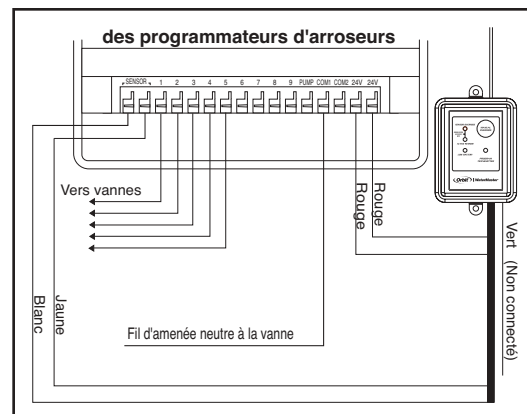

Figure 5: Câblage du minuteur de l'arroseur avec bornes de détecteur sans pompe d'appoint
2. Vérifiez que votre minuteur ne possède pas de bornes pour détecteurs pré installés. Si le minuteur n'a pas de borne de détecteur, passez à l'étape 3. S'il en possède une, prendre le fil du récepteur de pluie / gel et connecter le fil blanc (neutre) à une borne du détecteur et le fil jaune (normalement fermé) à l'autre. (voir figure 5) Passer à l'étape 5.
2. Vérifiez que votre minuteur ne possède pas de bornes pour détecteurs pré installés. Si le minuteur n'a pas de borne de détecteur, passez à l'étape 3. S'il en possède une, prendre le fil du récepteur de pluie / gel et connecter le fil blanc (neutre) à une borne du détecteur et le fil jaune (normalement fermé) à l'autre. (voir figure5) Passer à l'étape 5.